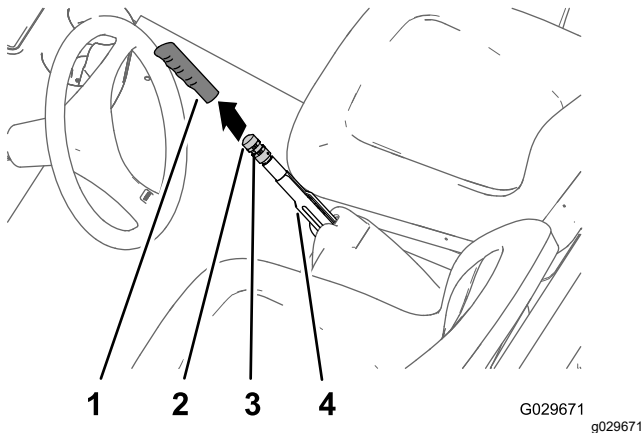

Figure 66
1. Enlevez la poignée du levier de frein de stationnement (Figure 66).
2. Desserrez la vis de fixation du bouton de réglage sur le levier du frein de stationnement (Figure 66).
3. Tournez le bouton de réglage du frein jusqu'à ce qu'une force de 133 à 156 N·m soit nécessaire pour actionner le levier du frein de stationnement (Figure 66).
4. Serrez la vis de fixation et remettez la poignée en place (Figure 66).
2. Desserrez la vis (Figure 66) qui fixe le bouton de réglage sur le levier du frein de stationnement, desserrez le frein de stationnement et desserrez le bouton de réglage.
5. Tournez le bouton de réglage du frein (Figure 66) jusqu'à ce qu'une force de 133 à 156 N·m soit nécessaire pour actionner le levier du frein de stationnement.
- C. Tournez le bouton de réglage du frein (Figure 66) jusqu'à ce qu'une force de 133 à 156 N·m soit nécessaire pour actionner le levier du frein de stationnement.
- Serrez la vis de fixation et remettez la poignée en place (Figure 66).